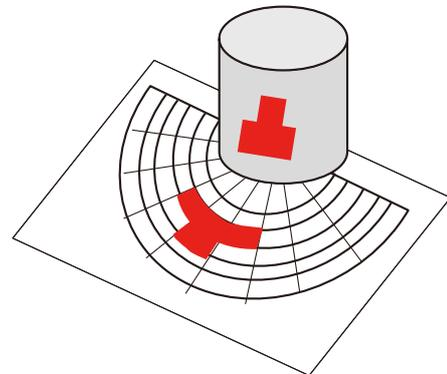

図10 アナモルフォーシス（ひずみ絵）完成
3) 方眼紙Bの中心にシリンダーミラーをおいて、ミラーの壁に映った絵を観察してみよう。変形した図形が元の図形に戻って見えるよ（図10）。